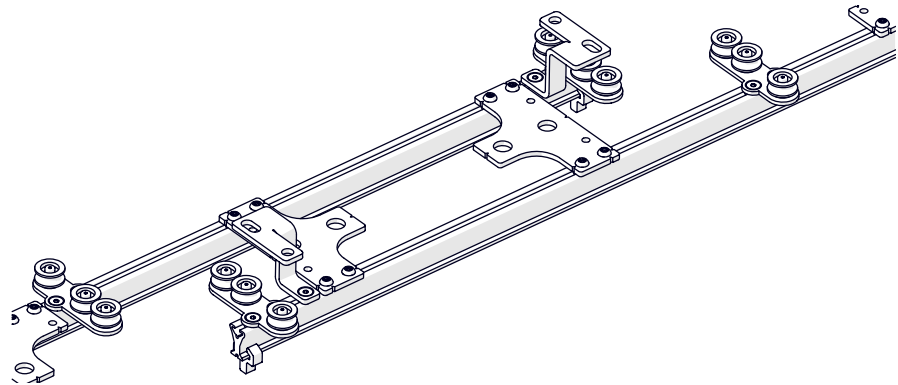

Abb. 85: Variante ⑥: Obenliegende Seilführung – Zweiläufiges Schienensystem
1. Montieren Sie zusätzliche Seilführungen, um das Seil auf den zweiten Schienenverlauf zu führen (siehe Abb. 85).